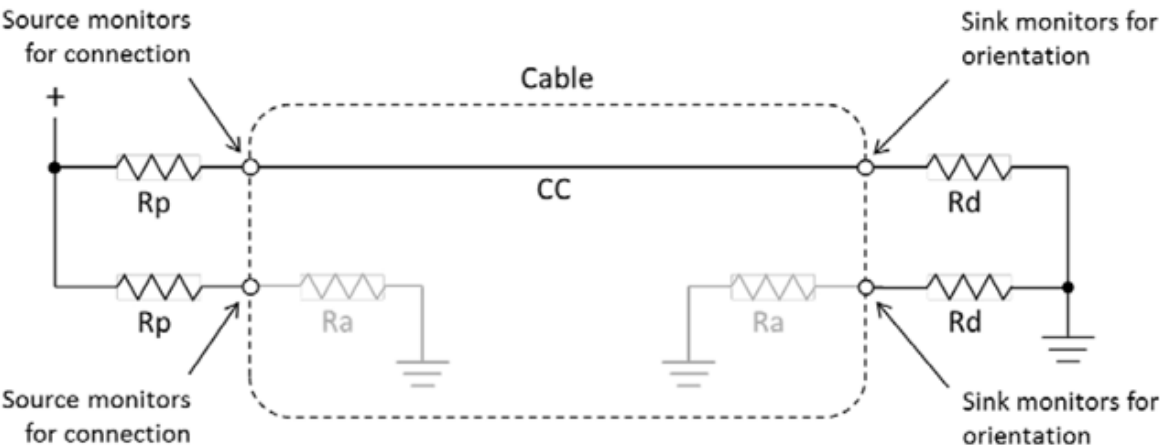

图 3. CC 逻辑上拉和下拉终端。(来源:USB Type-C 规范版本 1.2, 图 4 和图 5 上拉/下拉 CC 模型)
- 当两条 CC 线之一下拉时，发生**电缆检测**（请参阅图 3）
通过将 5V 电压切换到未使用的 CC 线上, VCONN 可以为无源电子标记电缆或有源电缆 (支持 USB PD 通信并提供电缆特性表征方法的电缆) 供电 (请参阅附录)。图 3 显示 USB Type-C 电缆中的一条 CC 线将 Rp 连接到 Rd, 而另一条 CC 线悬空 (无源电缆) 或通过 Ra 下拉至接地 (无源电子标记电缆或有源电缆)。